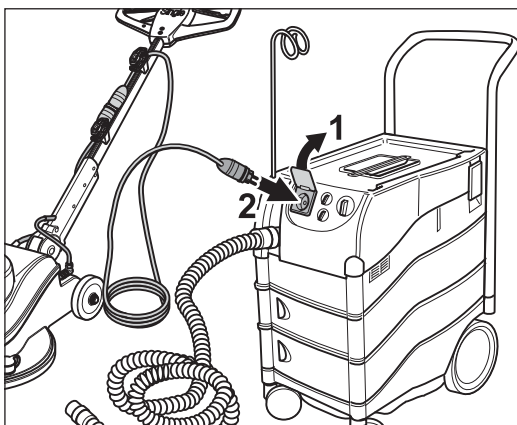

Fig. 23 Enchufar la clavija del cable prolongador en la toma del aspirador.
- 2 Enchufe la clavija del cable prolongador en la toma del aspirador (fig. 23).